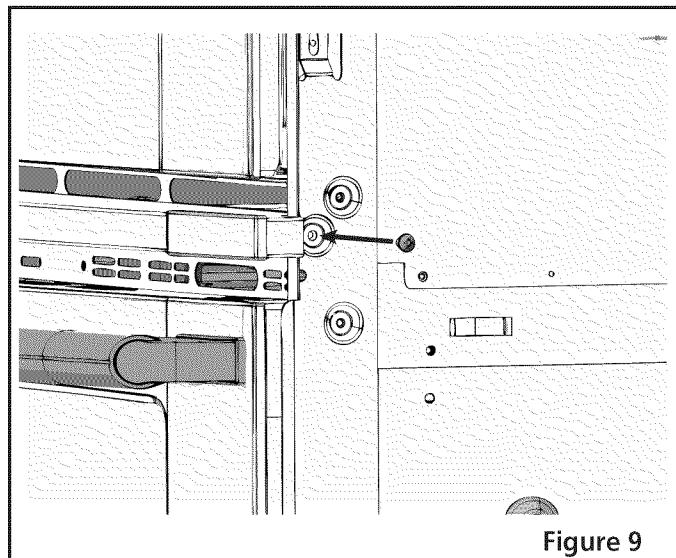

Figure 9
- 8 Installez maintenant la moulure décorative centrale avec les vis fournies avec l'appareil (Figure 9).